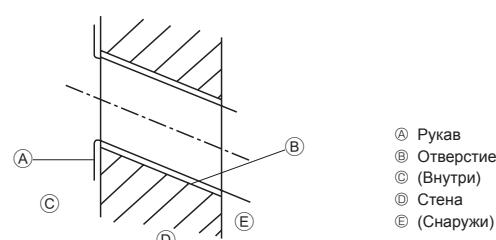

Fig. 3-4
- Ⓐ Монтажная плата ①
3.2.2. Сверление отверстия для труб (Fig. 3-4)